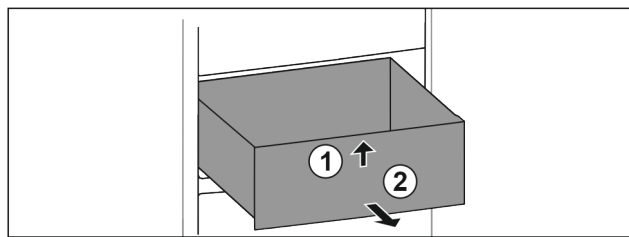

Fig. 118
- Ngrini lart sirtarin në pjesën përpara. Fig. 118 (1)
- Hiqeni sirtarin nga përpara. Fig. 118 (2)